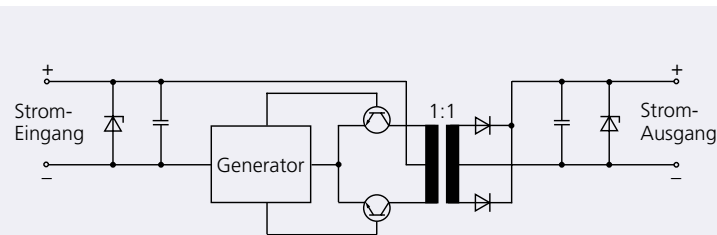

Bild 3: Prinzipschaltbild eines Trenners mit transformatorischer Trennung
Für die Übertragung von Gleichstrom (DC)-Signalen ist das transformatorische Prinzip zunächst nicht geeignet. Das DC-Meßsignal wird daher zunächst mittels eines elektronischen Zerkhackers (Chopper) in eine Wechselspannung umgesetzt. Diese Wechselspannung wird mittels Transformator zum Sekundärkreis übertragen, dort synchron mit der Chopperfrequenz gleichgerichtet (siehe Bild 3) und schließlich ggf. umgesetzt oder verstärkt.